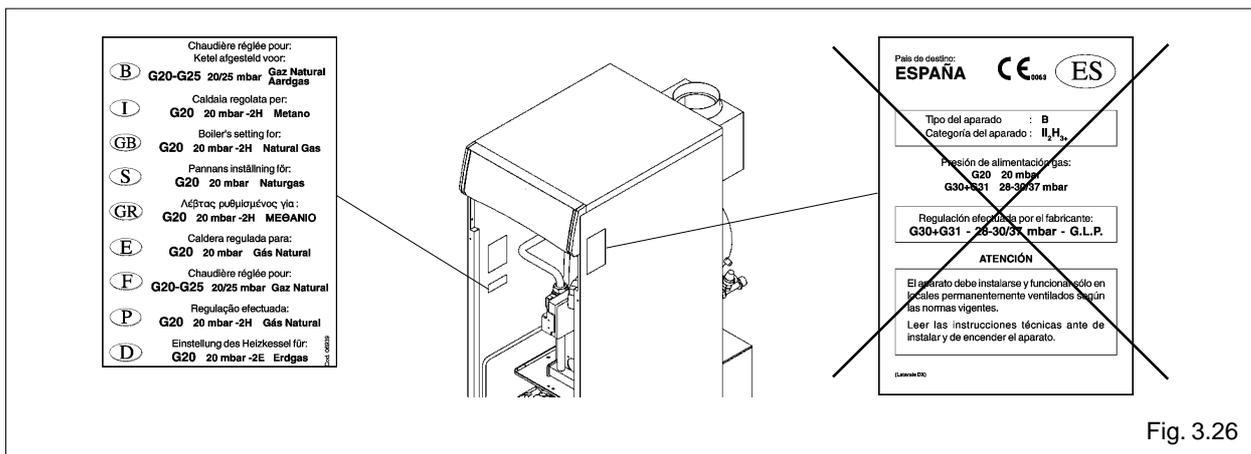

Fig. 3.26
- Poner la etiqueta (METANO), suministrada en dotación con la caldera, en la parte interna de la estructura de revestimiento (fig. 3.26)
- Quitar las etiquetas para GPL (G30/G31) presentes en el exterior y en el interior de la estructura de revestimiento (fig. 3.26)